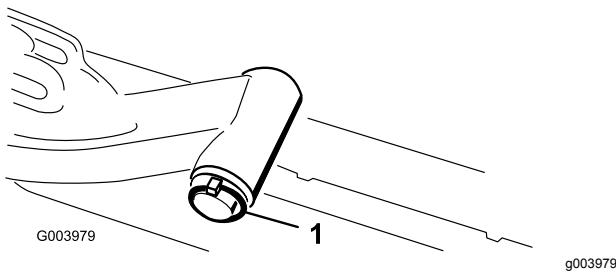

Figure 12
- A. Retirez la goupille à anneau et la rondelle qui fixent l'axe de pivot du bras de levage au bras de levage, et sortez l'axe de pivot du bras (**Figure 12**).
- C. Insérez l'axe du bras de levage dans le bras et fixez-le à l'aide de la rondelle et de la goupille à anneau (Figure 12).